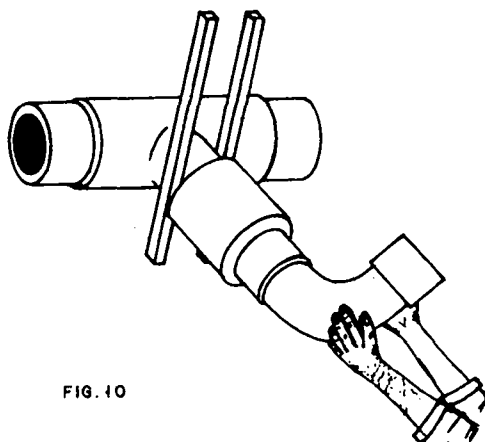

FIG. 10
- 1 – Deve-se colocar duas alavancas na face da luva para facilitar o acoplamento (fig.10).